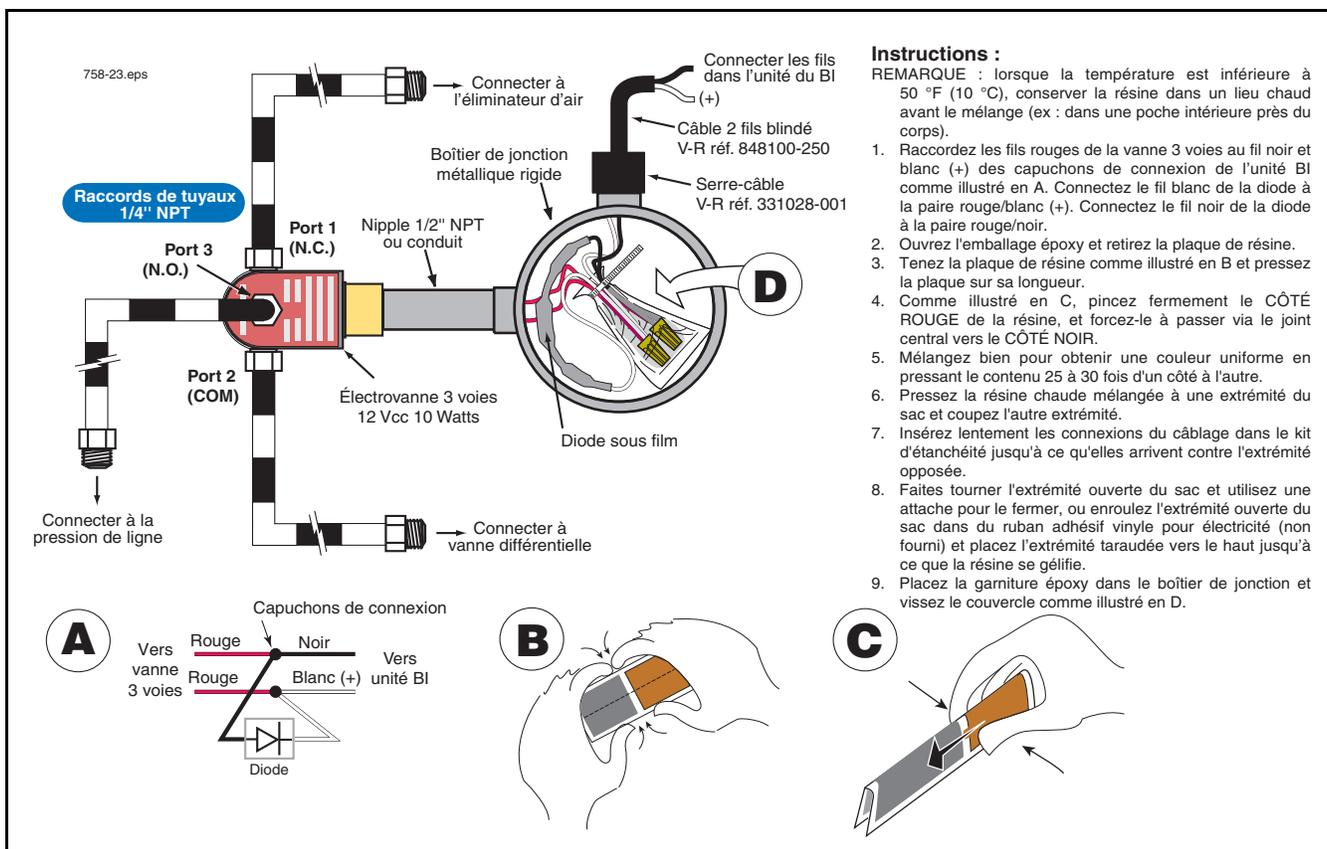

Figure 24. Raccordement de la vanne 3 voies au compteur Neptune - Installations GPL sur camions
1. Sur la vanne, installez un raccord fileté de conduit en métal rigide dans l'ouverture fileté fournie pour le câblage du solénoïde. Acheminez les deux fils rouges provenant de la vanne 3 voies jusqu'au boîtier de raccordement métallique en passant par le raccord fileté. Fixe mécaniquement l'association vanne/raccord fileté au boîtier de raccordement comme illustré à la Figure 24. *Bien que la vanne 3 voies puisse fonctionner dans n'importe quelle position, elle durera plus longtemps et fonctionnera au mieux si elle est montée verticalement (port 3 vers le haut).* Fixez le boîtier de raccordement au châssis du véhicule.
- Utilisez les capuchons de connexion pour connecter les fils dénudés du boîtier IB aux fils de la vanne 3 voies (voir la Figure 24). Le câblage de la vanne 3 voies n'a pas de polarité. Scellez les capuchons de connexion avec du produit d'étanchéité à l'époxy en utilisant un sac pour les deux connexions de capuchons de connexion et placez le sac dans le boîtier de raccordement (voir la Figure 24).
Raccordez un tuyau de la pression de ligne au port 3 (normalement ouvert) de la vanne 3 voies (voir la Figure 24). Sur certains systèmes, la pression de ligne est disponible sur une ouverture dans le boîtier d'élimination de vapeur. Raccordez un autre tuyau du port 1 de la vanne 3 voies (port normalement fermé) à l'éliminateur d'air. Raccordez un troisième tuyau du port 2 de la vanne 3 voies (port commun) à la soupape différentielle.